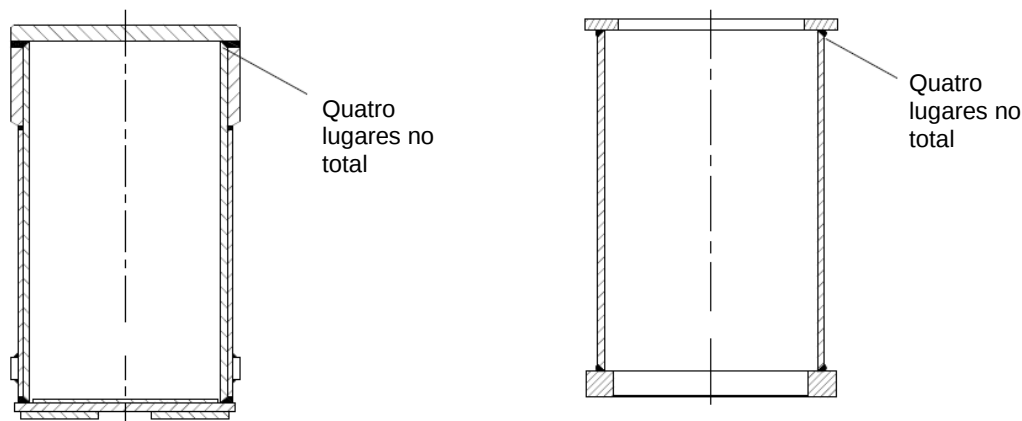

Figura 5-26 Junções soldadas das vigas corrediças
- 2) Verifique as junções soldadas que conectam a placa lateral (incluindo a placa de reforço) nas placas de cobertura superior e inferior. Para os locais das junções soldadas, veja a Figura 5-26.